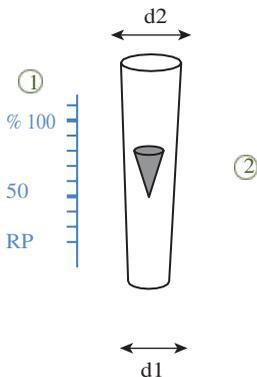

Рисунок 2.12
области, где среда может течь. Он состоит из конической измерительной трубки и "поплавка" (он называется поплавком, но это скорее грузило, поскольку он не будет плавать на носителе). Измеритель монтируется в положении стоя, где большой диаметр измерительной трубки находится сверху. Поскольку область, в которой носители могут проходить поплавков, будет увеличиваться в более высоких позициях, поплавков будет оставаться в положении, в котором силы находятся в равновесии. На это положение влияют плотность среды и величина потока, вес и форма поплавка и диаметр трубки. В результате ротаметра (2) будет зависеть от плотности среды, и шкалы (1) счетчика, поэтому уточняйте данные в заявке (рисунок 2.12).